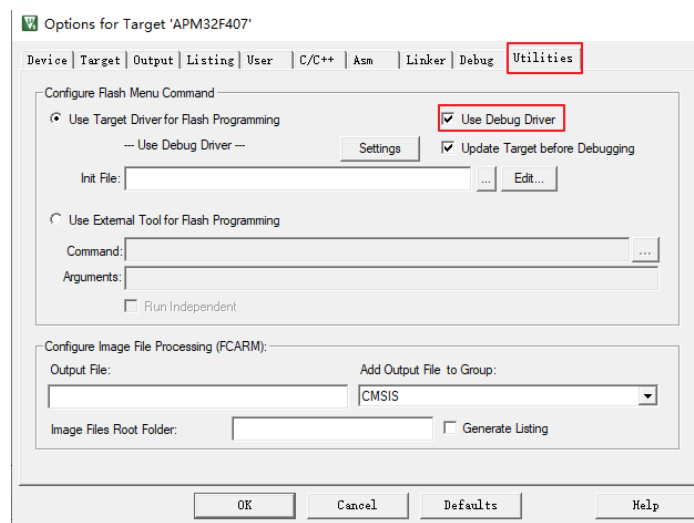

图 10
e) 如图 10 在 Utilities 选项配置中勾选默认配置的仿真器